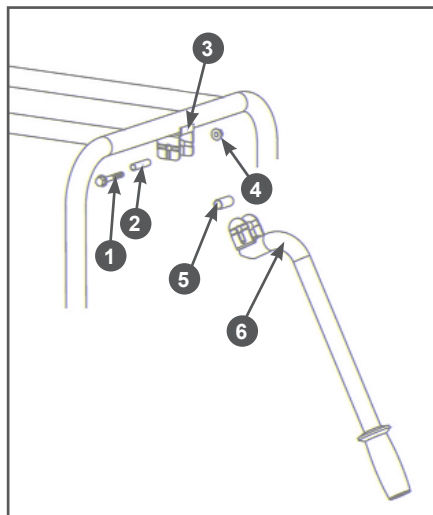

Рис. 7 Установка транспортировочной рукоятки
- установить транспортировочную рукоятку (Рис. 7);